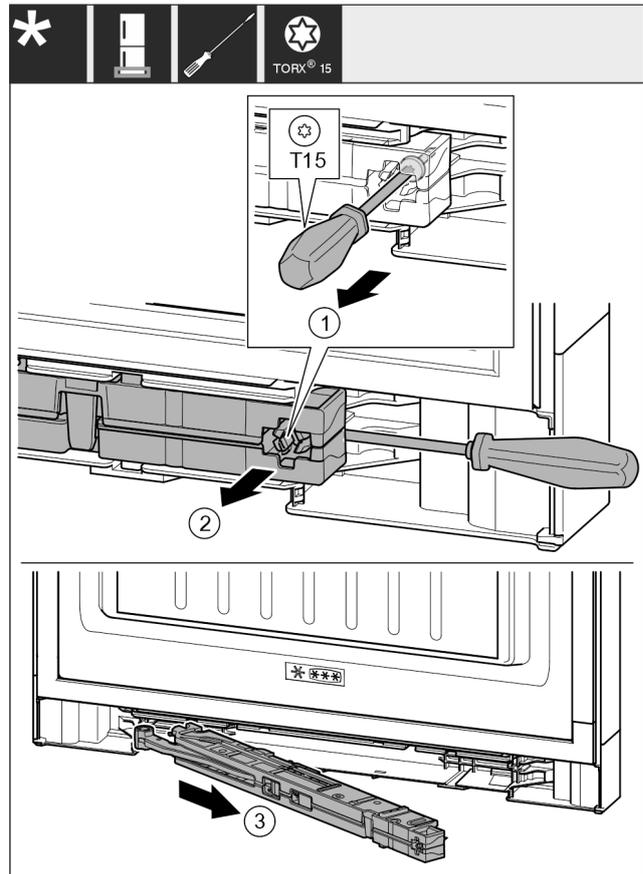

Fig. 17
- ▶ Afloje el tornillo en la unidad de amortiguador de cierre aprox. con un destornillador T15 de aprox. 14 mm. Fig. 17 (1)
- ▶ Desplácelo con un destornillador por el lado del tirador detrás de la unidad de amortiguador de cierre. Gire hacia delante la unidad. Fig. 17 (2)
- ▶ Extraiga la unidad. Fig. 17 (3)